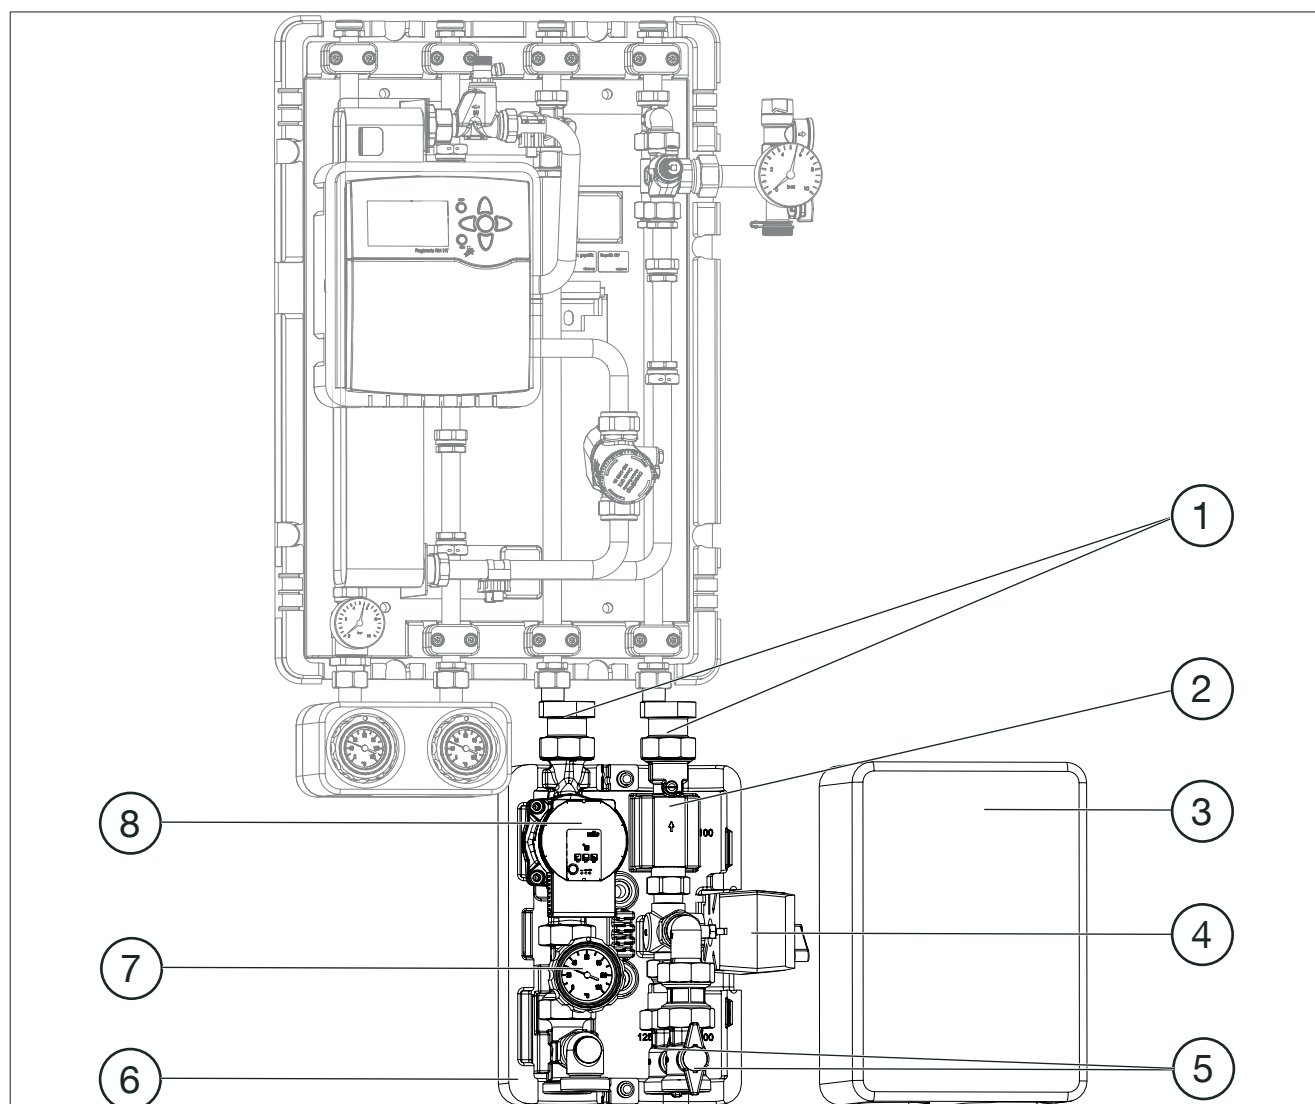

Fig. 11: Modul termic cu set de racordare cu robineti sferici și modul de comutare HT
(1)	Carcasă termoizolantă frontală
(2)	Țevi de racordare
(3)	Carcasă termoizolantă posterioară
(4)	Vană de amestec cu 3 căi
(5)	Pompă
(6)	Robineți sferici cu termometru în mâner
(7)	Modul de comutare HT (structura modului de comutare HT se găsește în fig. 11 de la pag. 14)
Modulul termic „Regudis H-H“ / „Regudis H-M“ este dotat cu un grup de pompare „Regumat S“ (vezi fig. 11 de la pag. 14).
Modulul termic „Regudis H-HT“ / „Regudis H-MT“ este dotat cu un ventil de comutare cu actuator în 2 puncte (vezi fig. 11 de la pag. 14).